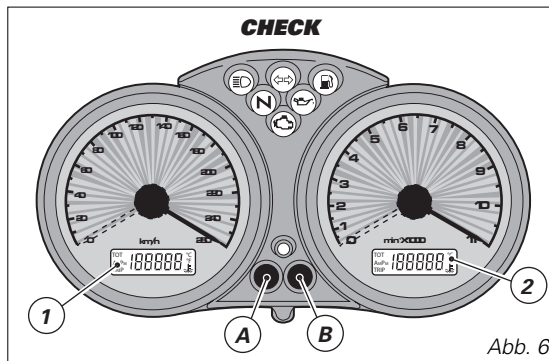

Abb. 6
Auf das Drücken der Taste (B) (Abb. 6) bei einem auf **ON** stehenden Zündschlüssel kommt es zu einer Wechselanzeige des Tages- und des Kilometerzählers.
Befindet er sich in der Funktion **TRIP** (Tageskilometerzähler) kommt es durch das Niederdrücken der Taste (B) (Abb. 6), für 2 Sekunden, zum Rückstellen der Displayanzeige (LCD 1) auf Null.
Auf das Drücken der Taste (A) (Abb. 6) bei einem auf **ON** stehenden Zündschlüssel werden die Uhrzeit und die Öltemperatur angezeigt.
Drückt man die Taste (B) (Abb. 6) innerhalb von 5 Sekunden nach dem Umstellen des Zündschlüssels auf **ON**, kann man durch ein aufeinanderfolgendes